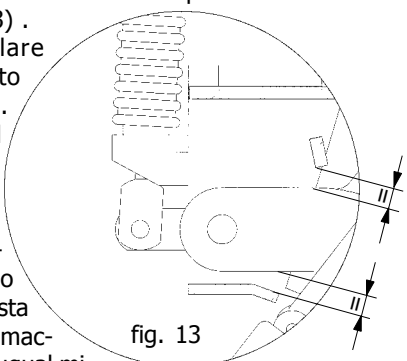

fig. 13
- Verificare che l'elemento si trovi in una posizione intermedia della sua corsa (Fig. 13).